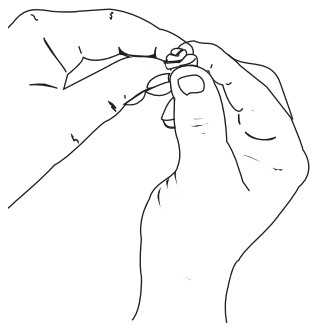

Fig. 48
5. Pressez le filtre pour répartir et drainer l'excédent d'huile (Fig. 48).